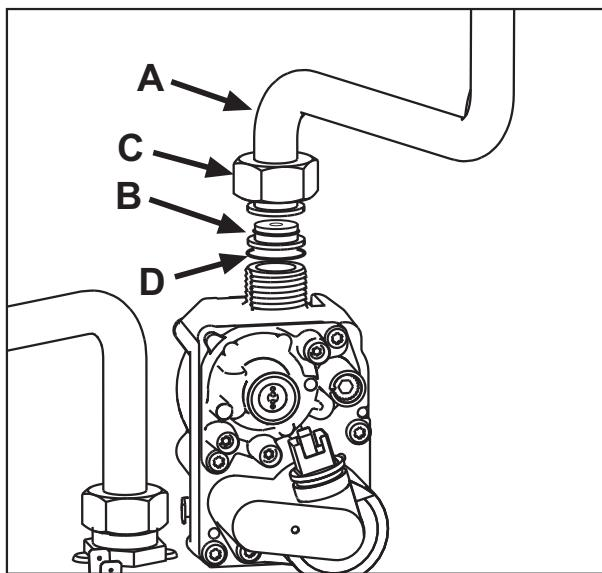

fig. 22
- Svitare il girello **C** e rimuovere il tubo gas **A** dalla valvola gas (vedi fig. 22).
- Sostituire l'ugello **B** inserito nel tubo gas con quello contenuto nel kit di trasformazione interponendo la guarnizione **D** (vedi fig. 22).